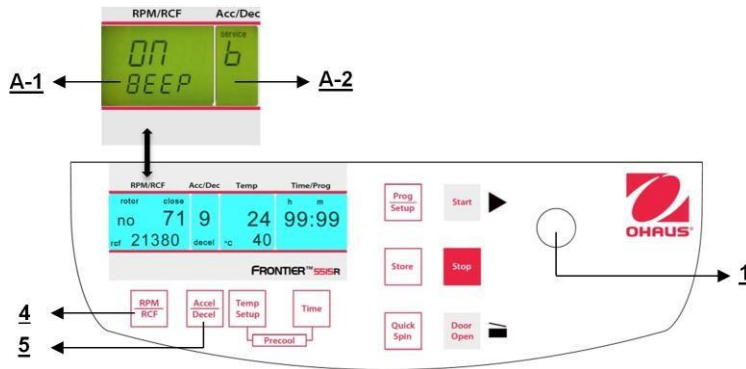

Figura 38
Proceda como se describe en el punto 4.1.1 para ingresar en este modo de programa y luego presione el botón **"Accel/Decel"** (5). En la pantalla **"Acc/Dec"** (A-2) destella la palabra **"Service"**. Ahora seleccione la letra **"B"** con la perilla de ajuste (1). Como resultado, en la pantalla **"RPM | RCF"** (A-1) aparece la palabra **"ON/BEEP"**. Después de presionar el botón **"RPM | RCF"** (4), puede encender el sonido del teclado (On) o apagarlo (Off) con la perilla de ajuste (1). (Vea la Figura 38.)